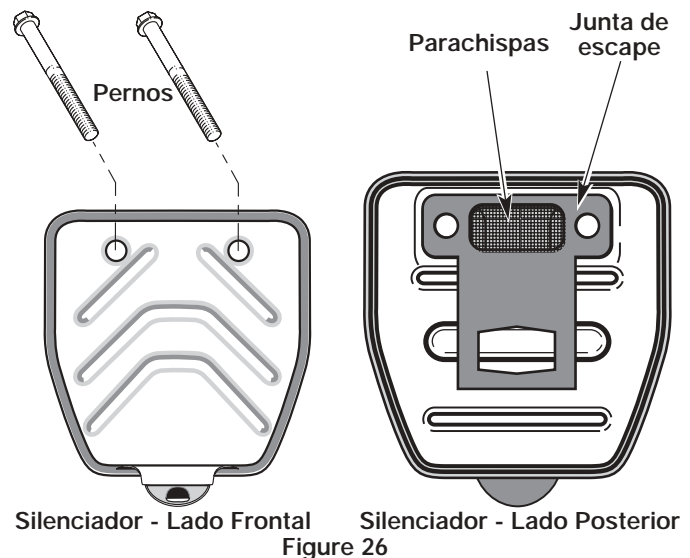

Figure 26
2. Ubique el frente del silenciador y los dos (2) pernos que lo sujetan al motor (Fig. 26). Quite los dos (2) pernos con un destornillador de punta plana, una llave de tubo de 8 mm (5/16 de pulg.) o destornillador para tuercas. Hale el silenciador del motor.
3. Voltee el silenciador al lado posterior y ubique la junta de escape. Retire la junta de escape (Fig. 26).
7. Ponga la junta del silenciador contra el lado posterior del mismo. Alinee los orificios de los pernos de la junta del silenciador en el silenciador. Mientras sostiene la junta en su lugar, ponga los pernos en el lado frontal del silenciador (Fig. 26).